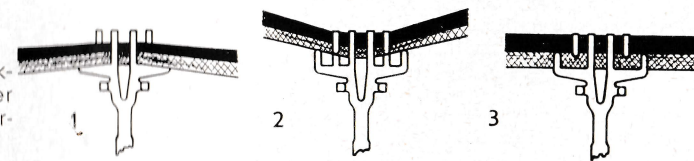

Abb. 8
Ein neues Farbband ist stets so einzulegen, wie es die Abbildung 8 zeigt. Der besseren Zugänglichkeit wegen empfiehlt es sich, hierbei den Umschaltfeststeller (3) in die Dauerumschaltung einzurasten.